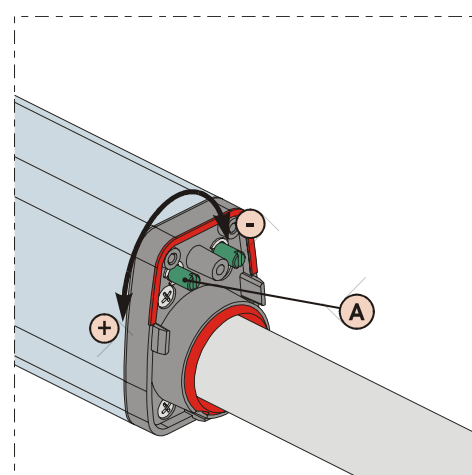

Abb. 20
- 3) Die Einstellung des **Endschalters beim Öffnen FCA** erfolgt durch die Einstellschraube, Abb.20 Bez.A: im Uhrzeigersinn drehen, um den Hub des Schafts zu erhöhen, im Uhrzeigersinn, um den Hub zu verringern.